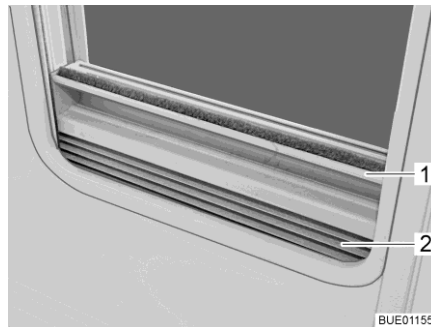

Bild 37 Plisségardin
- Stänga:** ■ Ta tag i mitten på plisségardinens (Bild 37,2) list (Bild 37,1) och drag den nerifån och upp och släpp loss den vid önskad höjd. Plisségardinen stannar på denna höjd.